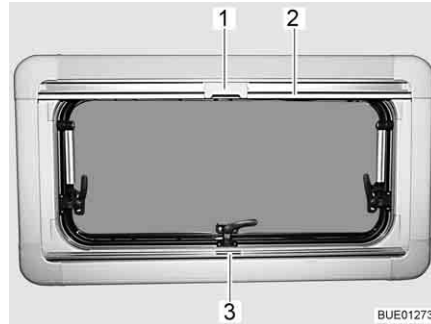

Fig. 71 Ventana abatible
- Sujetar el estor plegable por el centro del agarradero (Fig. 71,3), tirar de abajo a arriba y soltarla a la altura deseada. El estor plegable se queda fijo a esta altura.
- Tirar del agarradero de la mosquitera enrollable (Fig. 71,2) hacia abajo hasta que choque con el agarradero del estor plegable (Fig. 71,3).
- Bloquear el cierre (Fig. 71,1) de la mosquitera enrollable con el agarradero del estor plegable.
- Empujar hacia atrás el cierre (Fig. 71,1) de la mosquitera enrollable por arriba.
- Regresar la mosquitera enrollable lentamente en el agarradero (Fig. 71,2).